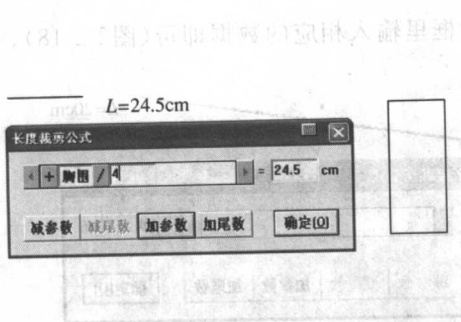
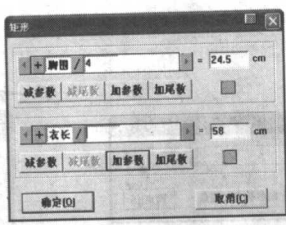
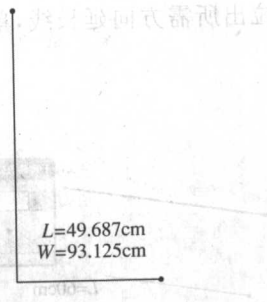
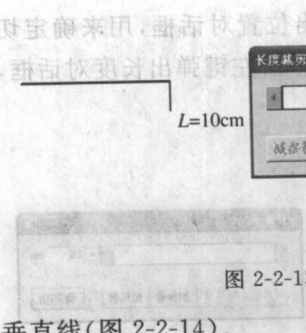

图 2-2-10
图 2-2-11
图 2-2-12
图 2-2-13
(4)  丁字尺:包括  丁字尺(图 2-2-10)、 矩形(图 2-2-11)、 水平垂直线(HV 线)(图 2-2-12)三种工具。选中丁字尺工具按住不动超过 1s 后就会弹出其他两个工具。丁字尺的主要功能是画水平线、铅垂线或 45° 的角度线。选中丁字尺工具后,在操作区里所需位置单击鼠标,拖动鼠标拉出一条水平线,或铅垂线,或 45° 的角度线,然后单击左键弹出长度提示对话框,输入数值后确定完成。
(5)  三角板:选择该工具后:
- ① 分别点击已知直线上的两端,则此时该直线被选中(呈红色)。
- ② 然后在此线上单击左键,弹出对话框,定出线上一点位置后,拖动鼠标,则可过此点作与该直线垂直的垂直线,最后确定它的长度完成(图 2-2-13)。
- ③ 或者当直线被选中(呈红色)后,点该直线外的一点,则可以直接过此点作该直线的